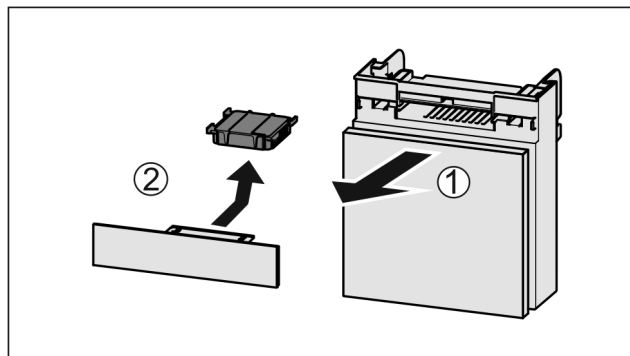

Fig. 86
- Træk rummet fremad *Fig. 86 (1)*.
- Tag aktivkulfilteret *Fig. 86 (2)* ud.